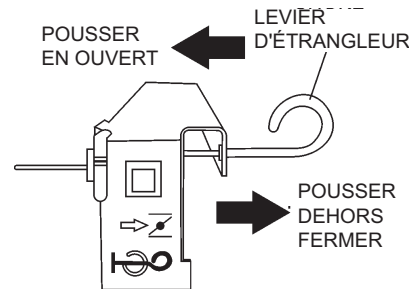

Figure 15. Levier d'étrangleur
2. Placer le levier d'étrangleur (Figure 15) en position **FERMÉ** pour démarrer un moteur froid.
3. Placer le levier d'étrangleur (Figure 15) en position **OUVERT** pour démarrer un moteur chaud ou quand il fait chaud.
- Si le moteur a démarré, ramener lentement le levier d'étrangleur (Figure 15) en position **OUVERT**. Si le moteur n'a pas démarré, répéter les étapes 1 à 6.